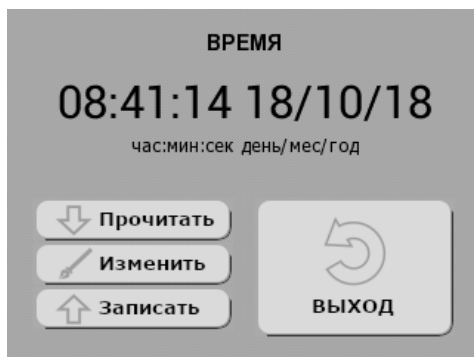

Рис. 12. Окно меню «ВРЕМЯ»
- 2) перейдите в меню времени (МЕНЮ→ПРИБОР→ВРЕМЯ; Рис. 12);
6) для записи отображаемого на экране времени в прибор нажмите кнопку «Записать» (Рис. 12).